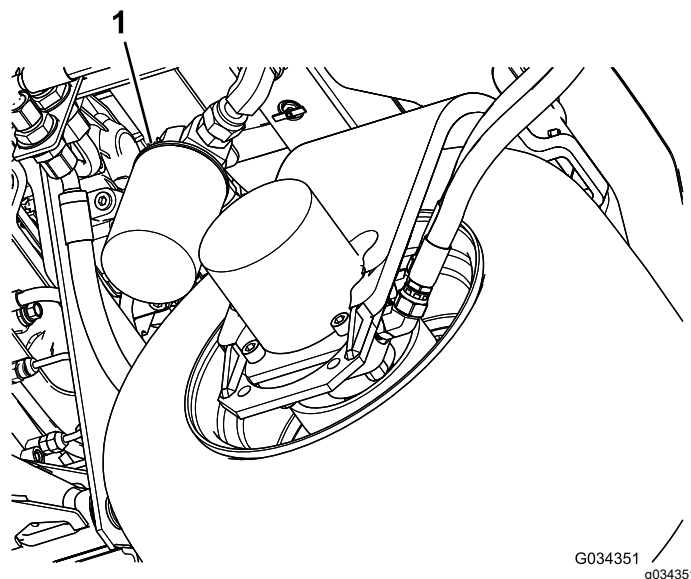

Рисунок 77
2. Очистите область вокруг места крепления фильтра. Поместите поддон под фильтр (Рисунок 77), а затем снимите фильтр.